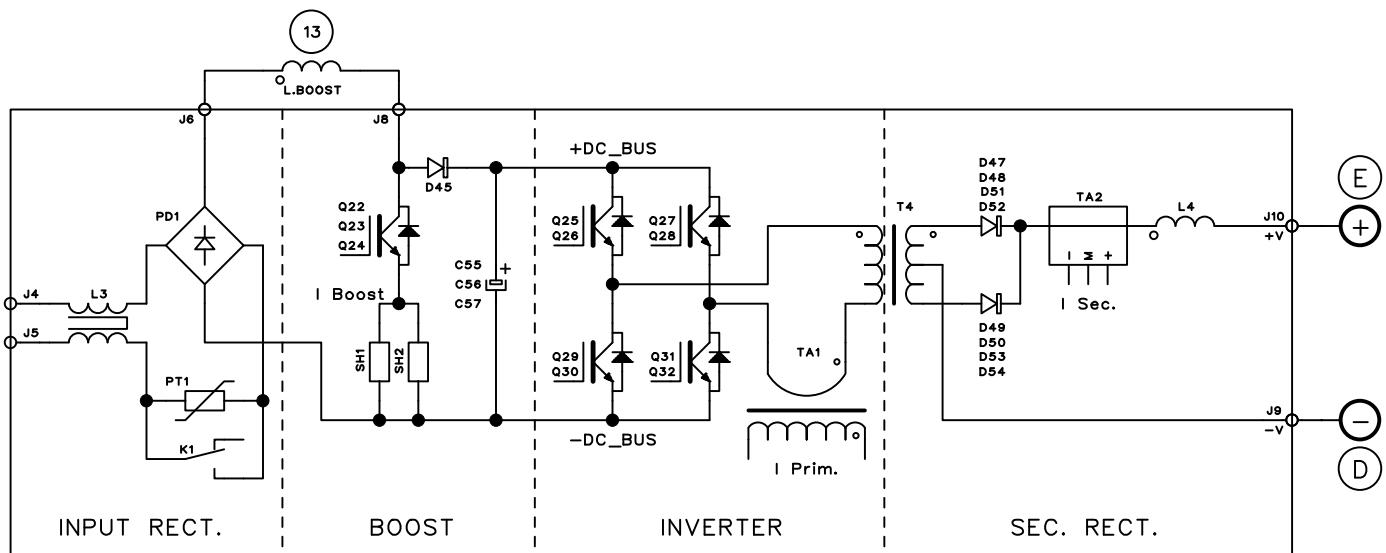

Fig. 2.3.1
Más exactamente en la tarjeta potencia (15) se pueden identificar (Fig. 2.3.1):
- el inverter de igbt, que genera la tensión alterna de onda cuadra para el transformador de potencia T4, montado en la tarjeta potencia (15);
TEST ALIMENTACIÓN POTENCIA (Fig. 2.3.1, 2.3.2).